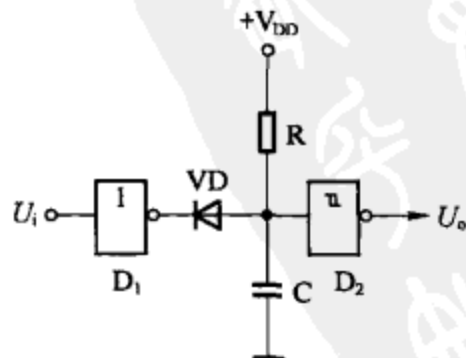

图 8-36
(2) 图 8-36 所示为脉冲展宽电路，由非门 D_1 和施密特触发器 D_2 组成。当输入端有一正的窄脉冲 U_i 时， D_1 输出端为“0”，电容 C 经 VD 放电，施密特触发器 D_2 输出端 U_o 为“1”；当输入脉冲 U_i 结束后， U_o 并不随之结束，而是要等 C 上电压充电一定时间后， U_o 才变为“0”，从而使输入脉冲 U_i 得到展宽，展宽的宽度由 R、C 决定。